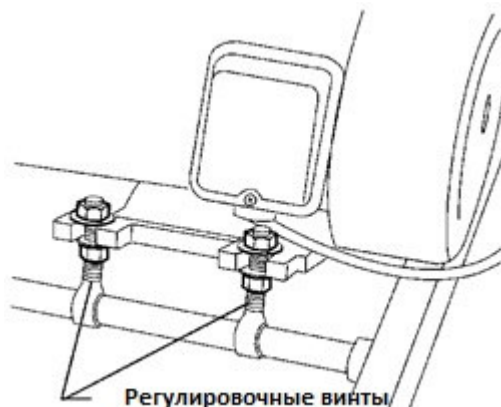

Рис. 11
2. Ослабьте нижние гайки на регулировочных винтах электродвигателя (см. Рис. 11) с помощью 19 мм гаечного ключа.
5. Затяните нижние гайки (см. Рис. 11).